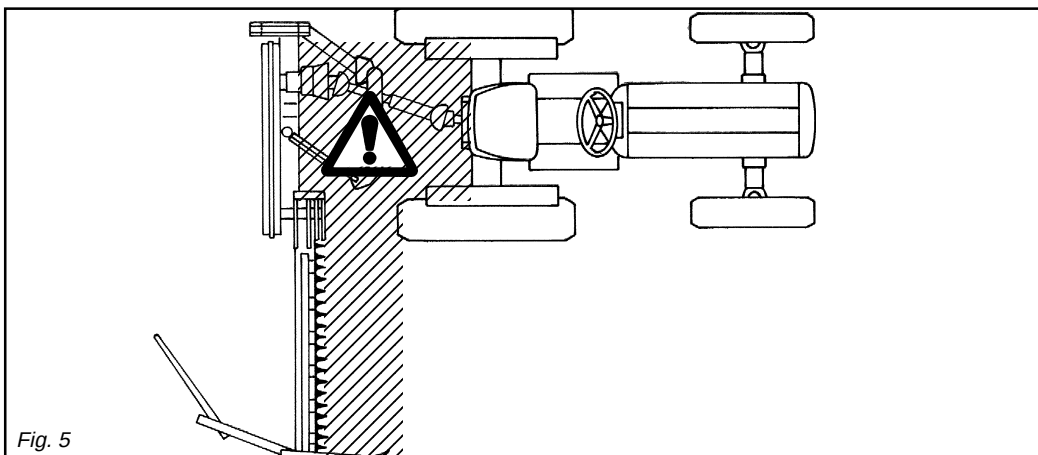

Fig. 5
- 29)** È assolutamente vietato interporci tra il trattore e l'attrezzatura (Fig. 5) con motore acceso e cardano inserito nonché senza aver azionato il freno di stazionamento
29) It is absolutely forbidden to stand between the tractor and the implement (Fig. 5) when the engine is running and the cardan shaft is engaged without having first engaged the hand brake and placed
29) Es ist absolut verboten, bei laufendem Motor und eingeschalteter Gelenkwelle zwischen den Schlepper und das Gerät zu treten (Abb. 5). Dazu muß die Feststellbremse gezogen werden und unter die Räder ein Bremskeil oder ein großer Stein gelegt worden sein.
29) Il est absolument interdit de se mettre entre le tracteur et l'appareil (Fig. 5) quand le moteur est en marche et le cardan enclenché, sans avoir tiré le frein de stationne-
29) Está terminantemente prohibido colocarse entre el tractor y el equipo (Fig. 5) con motor encendido y cardán inserido, o sin haber accionado el freno de estacionamiento y de colo-
- 33)** È assolutamente vietato interporci fra il trattore e l'attacco per manovrare il comando dall'esterno per il sollevamento (Fig. 5).
- 33)** It is absolutely forbidden to stand between the tractor and the implement when manoeuvring the lift control from the outside (Fig. 5).
- 33)** Es ist absolut verboten, zwischen den Schlepper und den Anschluß zu treten, um die Aushebung von außen zu betätigen (Abb. 5).
- 33)** Il est absolument interdit de se mettre entre le tracteur et l'attelage pour manoeuvrer la commande de relevage de l'extérieur (Fig. 5).
- 33)** Está absolutamente prohibido colocarse entre el tractor y el enganche para maniobrar el mando desde el externo en la fase de elevación (Fig. 5).